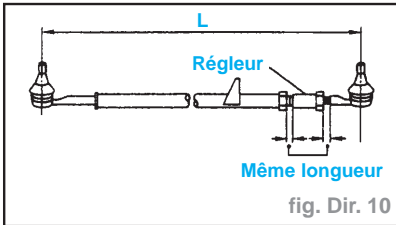

fig. Dir. 10
- Il faut effectuer le réglage entre les axes de pivot sphérique (fig. Dir. 10) :